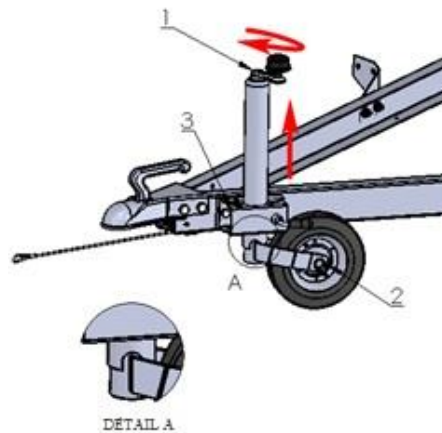

Figure 4. Schéma du fonctionnement de la roue jockey
- 1) Tourner la manivelle de la roue jockey 1 dans le sens de rotation des aiguilles d'une montre jusqu'à ce que la vis soit complètement vissée et que le support soit placé dans la découpe du tube extérieur (détail A Figure 4).
- 2) Ouvrir le collier 3 et soulever la roue jockey 2 au maximum vers le haut (Figure 4).
- 3) Serrer le collier 3 (Figure 4).